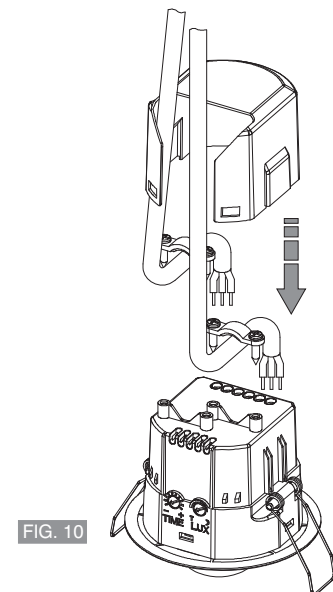

FIG. 10
- Atornille los prensacables y vuelva a colocar la tapa de los bornes (fig. 10).